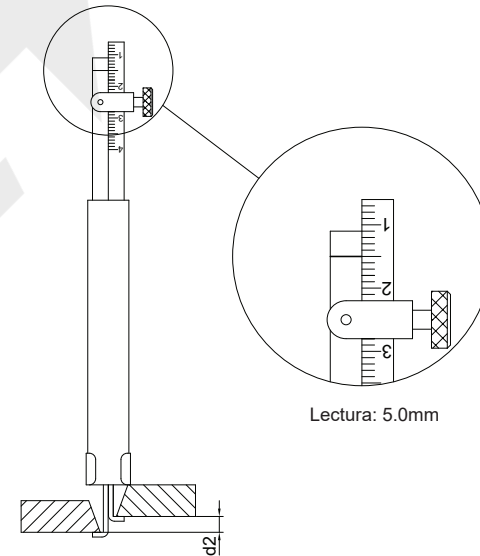

fig.3
2. Desalineación interna: Mida la desalineación interna $d2$ como en la siguiente (fig.3), la lectura $d2=5.0\text{mm}$.